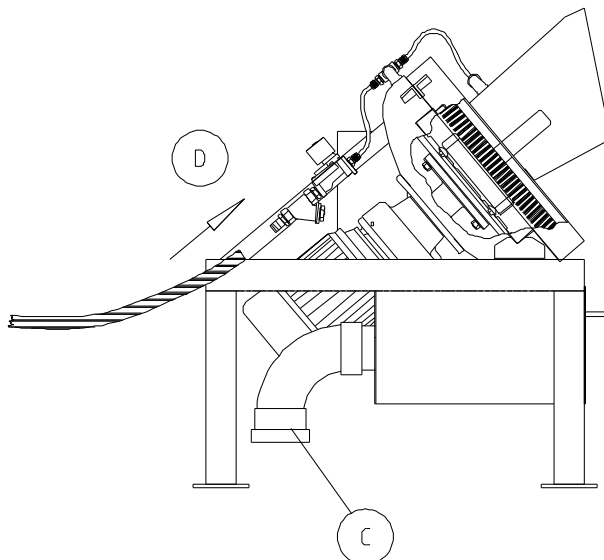

Figure 11 : Montage de la laveuse de balles
- V. Enfoncer le coude d'évacuation fourni aussi loin que possible à la sortie du collecteur d'impuretés. Brancher ensuite l'autre extrémité du coude d'évacuation au réseau d'évacuation existant. Voir Figure 11 en (C)
- VI. Brancher un flexible d'eau de 1/2" entre le raccord d'eau et un robinet d'eau. Ouvrir en grand l'arrivée d'eau. Voir Figure 11 en (D)